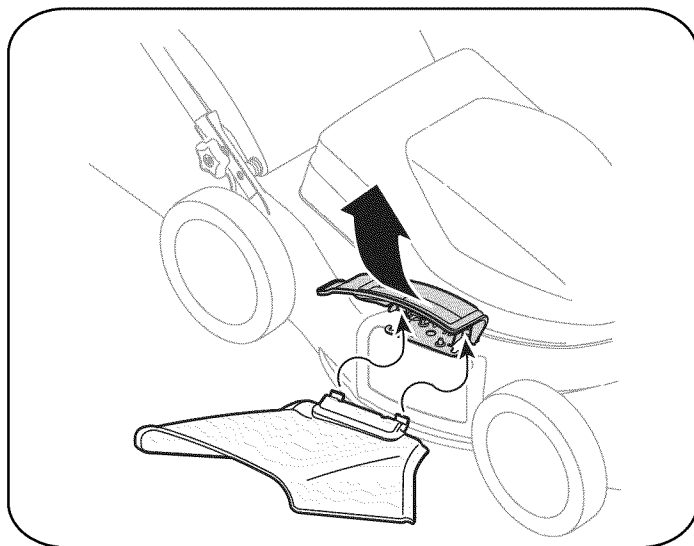

Figura 5
2. Deslice los dos ganchos del canal de descarga lateral debajo del pasador en el montaje de la clavija para abono y baje la clavija para abono lateral. Vea la Figura 5.